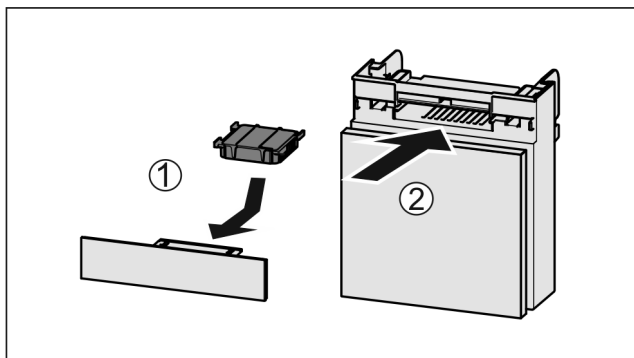

Fig. 141
- ▶ Поставете Fig. 141 (1) филтъра с активен въглен, както е показано на фигурата.
- ▶ Вкарайте Fig. 141 (2) отделението.